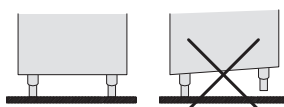

Bild 4.
- Kontrollera att maskinen står upprätt. Justera vid behov med de justerbara fötterna (se bild 4).